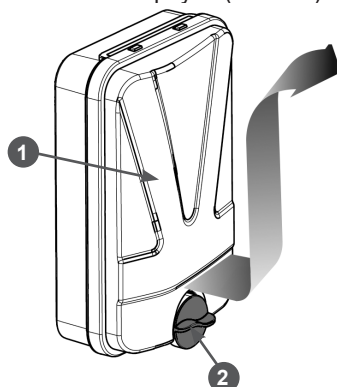

Рис. 16. Снятие крышки воздушного фильтра
1. Открутите винт 2 крепления крышки воздушного фильтра. Далее оттяните нижнюю часть крышки на 2-3 см от корпуса, после чего подайте её вверх и снимите с корпуса (Рис. 16).